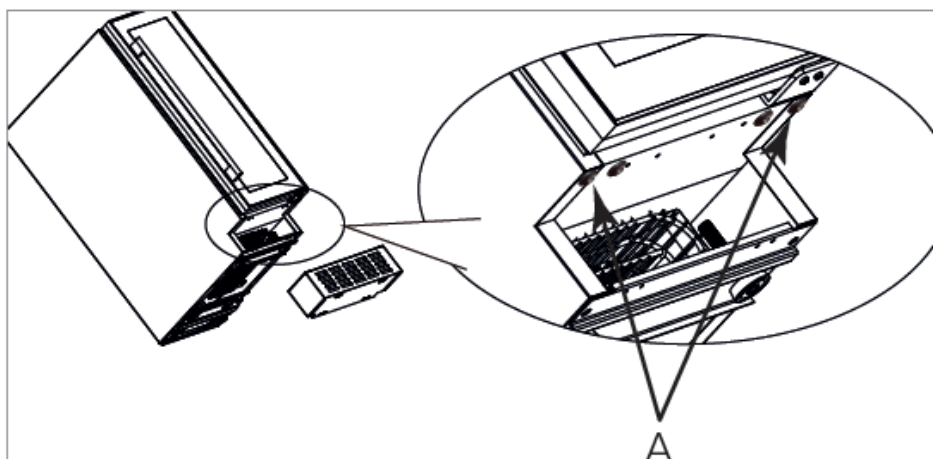

Fig. 14
4. Si elles sont présentes, retirez les deux vis indiquées par des flèches et marquées 'A' : dans la Fig. 14. Repérez ensuite les quatre vis de fixation noires. Elles sont emballées à l'intérieur de l'appareil avec la charnière d'inversion de porte.